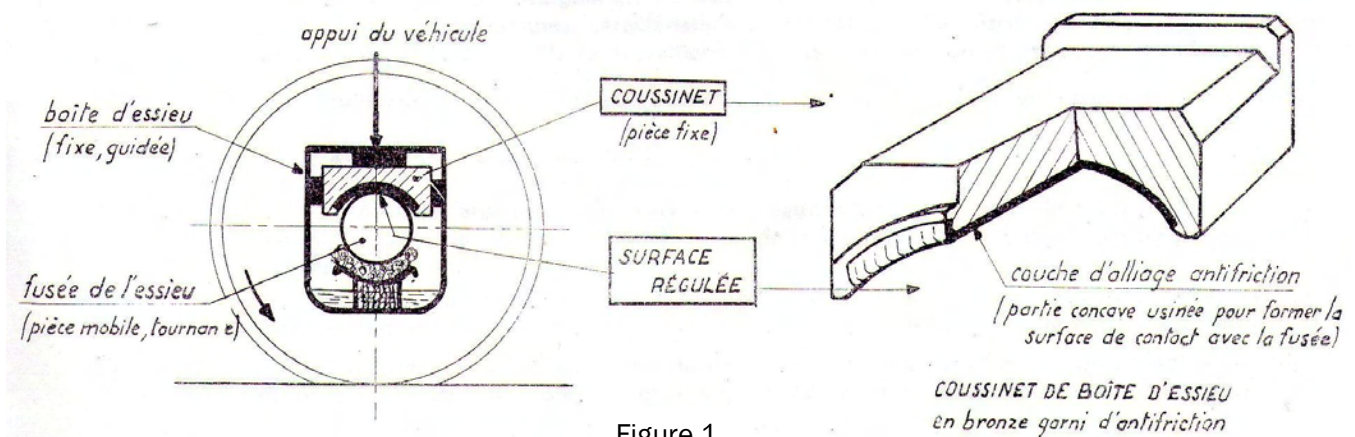

Figure 1.
- des coussinets de boîtes d'essieux de matériel ferroviaire, moteur ou remorqué (exemple figure 1)